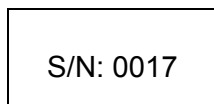

Рис. 4.6 Пример: Паспортная табличка сенсора элегаз-воздух с адресом шины 17.
- Каждый сенсор элегаз-воздух отмечен серийным номером (см. рис. 4.6.). Последние две цифры серийного номера всегда являются адресом шины.